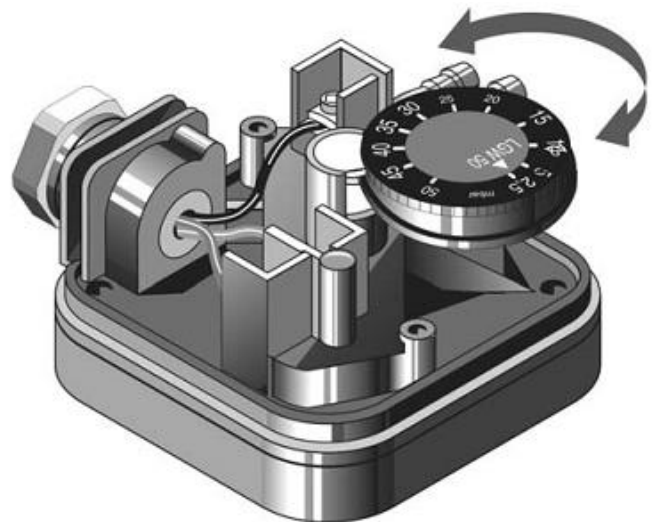

Рисунок 2.10 – Реле настройки давления воздуха
2.4.23.1 Реле давления воздуха (рисунок 2.10) имеет предварительную настройку. При настройке необходимо проверить точку срабатывания и при необходимости внести коррективы.